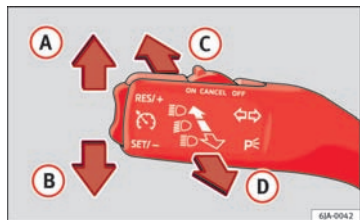

Fig. 58 Blink- og fjernlysarm
- Træk blinklysarmen ⇒ Fig. 58 mod rattet, skub den nedad, og hold den i denne position.
- Træk blinklysarmen ⇒ Fig. 58 mod rattet, skub den opad, og hold den i denne position.
- Tryk armen ⇒ Fig. 58 opad (A) eller nedad (B).
- Tryk armen ⇒ Fig. 58 fremad i pilens retning (C).
- Du slukker fjernlyset ved at trykke armen mod rattet i pilens retning (D).
- Træk armen ⇒ Fig. 58 mod rattet (fjedret position) i pilens retning (D).
- Træk blinklysarmen ⇒ Fig. 58 ⇒ Side 94 opad eller nedad – parkeringslyset i højre eller venstre side tændes.